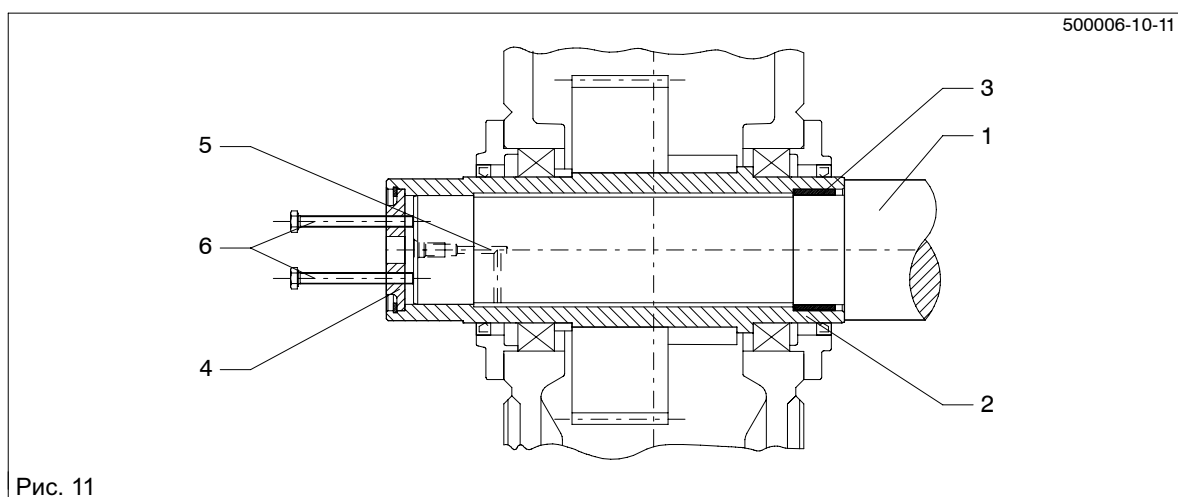

Рис. 11
- При образовании ржавчины на посадочных плоскостях для облегчения снятия передачи насосом закачать под давлением растворитель ржавчины в пустое пространство сверленного отверстия, чтобы он попал на посадочное место. Подача растворителя ржавчины осуществляется через сверленные отверстия в машинном валу (см. рис. 10) или в концевом диске (см. рис. 11).
- Отжатие передачи от машинного вала может быть выполнено по возможности на месте при помощи отжимного винта на концевом диске (см. рис. 11), центральным ходовым винтом или, предпочтительнее всего, гидравлическим агрегатом (Lukas).
- После достаточного действия растворителя снять передачу при помощи устройства согласно рис. 10 или рис. 11.